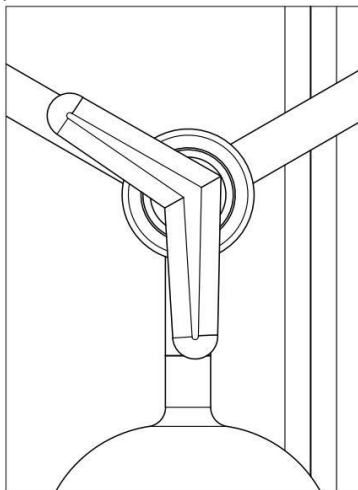

Рисунок 9 – Кран газометра открыт
- 1) открыть кран газометра (рисунок 9):